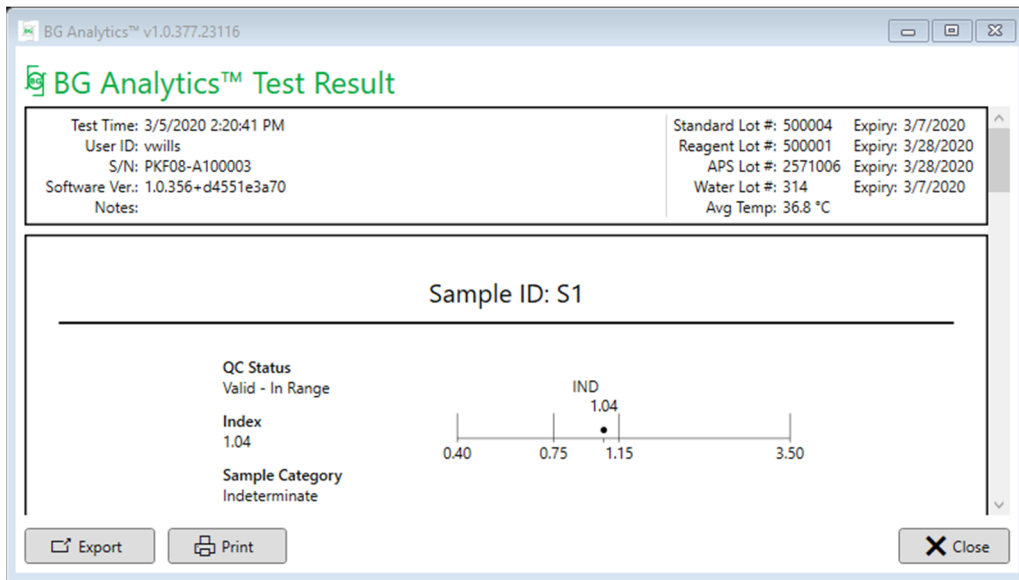

Figure 17. Rapport du résultat de test de BG Analytics® pour l'échantillon P1 avec un résultat indéterminé
BG Analytics® affichera le rapport du **Résultat de test**. Un exemple de rapport est montré à la Figure 17.
- Statut du contrôle qualité (CQ), indice, catégorie d'échantillon
- Les valeurs d'indice se situant entre 0,40 et 3,50 seront indiquées dans le graphique. Un indice indéterminé sera indiqué entre 0,75 et 1,15. Un exemple d'échantillon avec un statut de CQ valide et une valeur d'indice indéterminée est présenté à la figure 17.